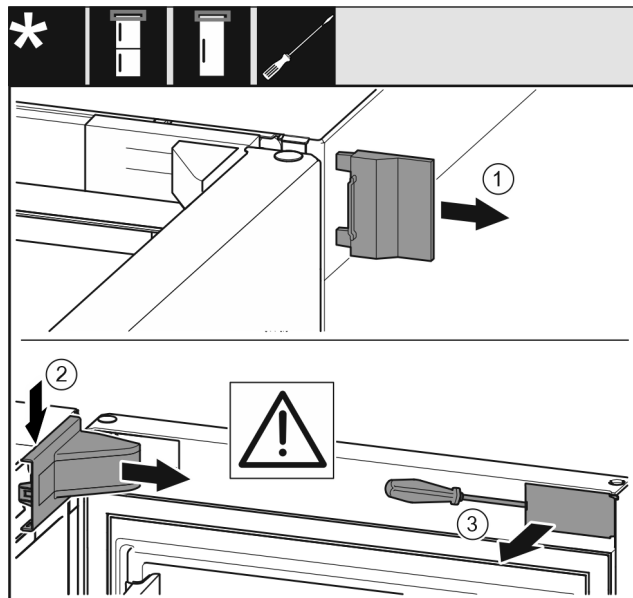

Fig. 6
- ▶ Sejměte vnější kryt. Fig. 6 (1)
- ▶ Odjistěte a uvolněte kryt stojanu ložiska. Sejměte kryt stojanu ložiska. Fig. 6 (2)
- ▶ Plochým šroubovákem vyjměte zámek a otočte ji ke straně. Fig. 6 (3)